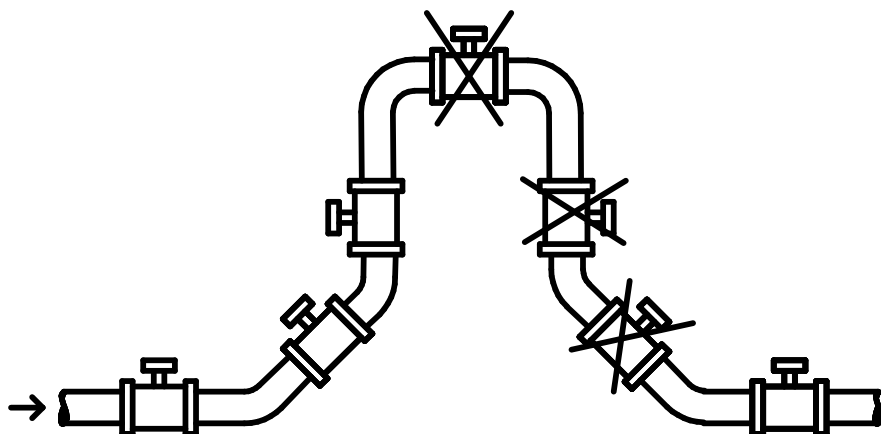

Рис. 2. Установка первичных преобразователей на трубопроводе.
2.2.2.1 Первичный преобразователь расхода электромагнитного типа (см. Приложение 2) может быть установлен на горизонтальном, вертикальном или наклонном восходящем участках трубопровода при условии, что весь объем трубы первичного преобразователя в рабочих условиях заполнен измеряемой средой (см. Рис.2), а ось электродов первичного преобразователя приблизительно горизонтальна (угол наклона оси электродов не более 20°).